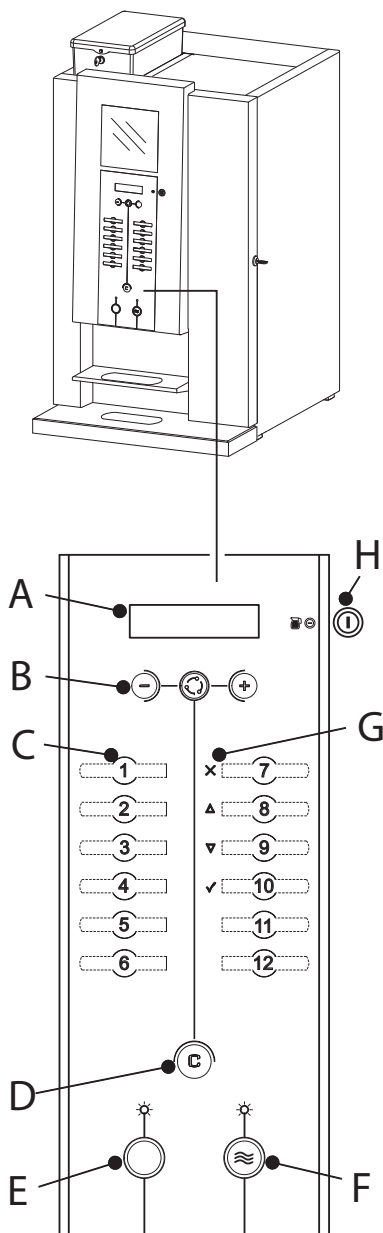

Fig. 22
- Het bedieningspaneel aan de voorzijde (fig. 22) is bedoeld voor het normale dagelijks gebruik.